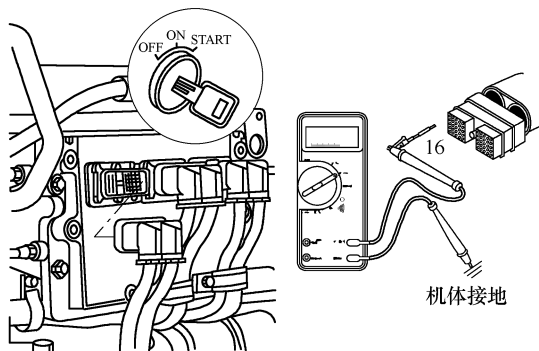

图 6-3 测量黄色警告指示灯电压
(1) 概述 故障指示灯电路包括与钥匙开关连接的正极 12V(英国和欧洲为 24V)电源线、黄色警告指示灯(16 号线)和红色停机指示灯(6 号线)。
(2) 电压检查
① 从 ECM 上拆下 OEM 线束插头，测量 ECM 插头触针 16 与机体间的电压(图 6-3)，当钥匙开关接通时，万用表必须显示为蓄电池电压。如果没有电压，则 16 号导线存在故障，应进行维修。